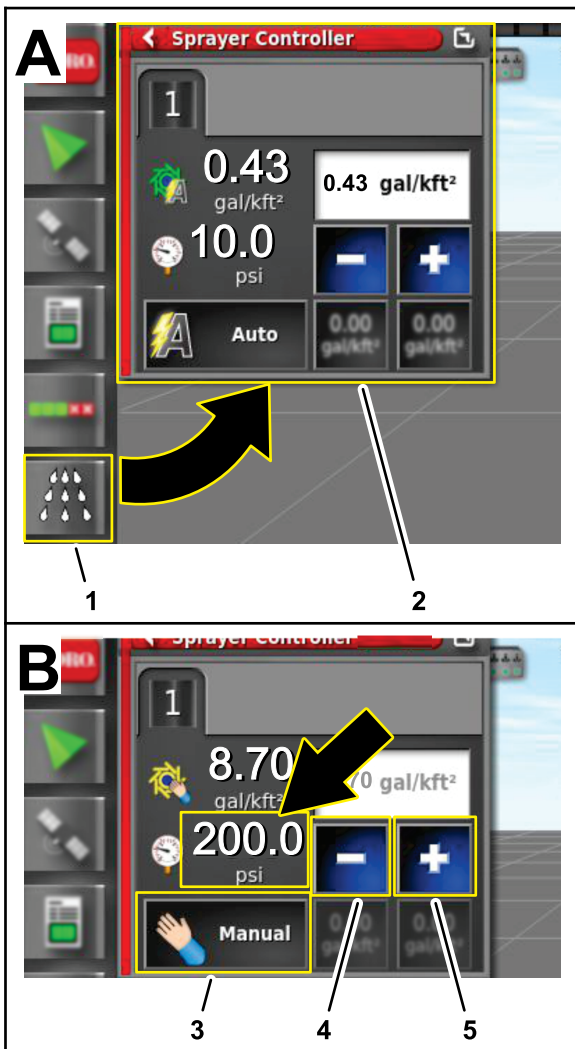

图 239
4. 在 GeoLink 控制台上按喷洒率控制器图标图 239。
5. 在喷洒率控制器对话框中按喷洒率控制模式图标直到手动模式显示图 239。
6. 使用递减图标 (-) 或递增图标 (+) 将喷洒系统压力图 239 调节至 13.75bar。